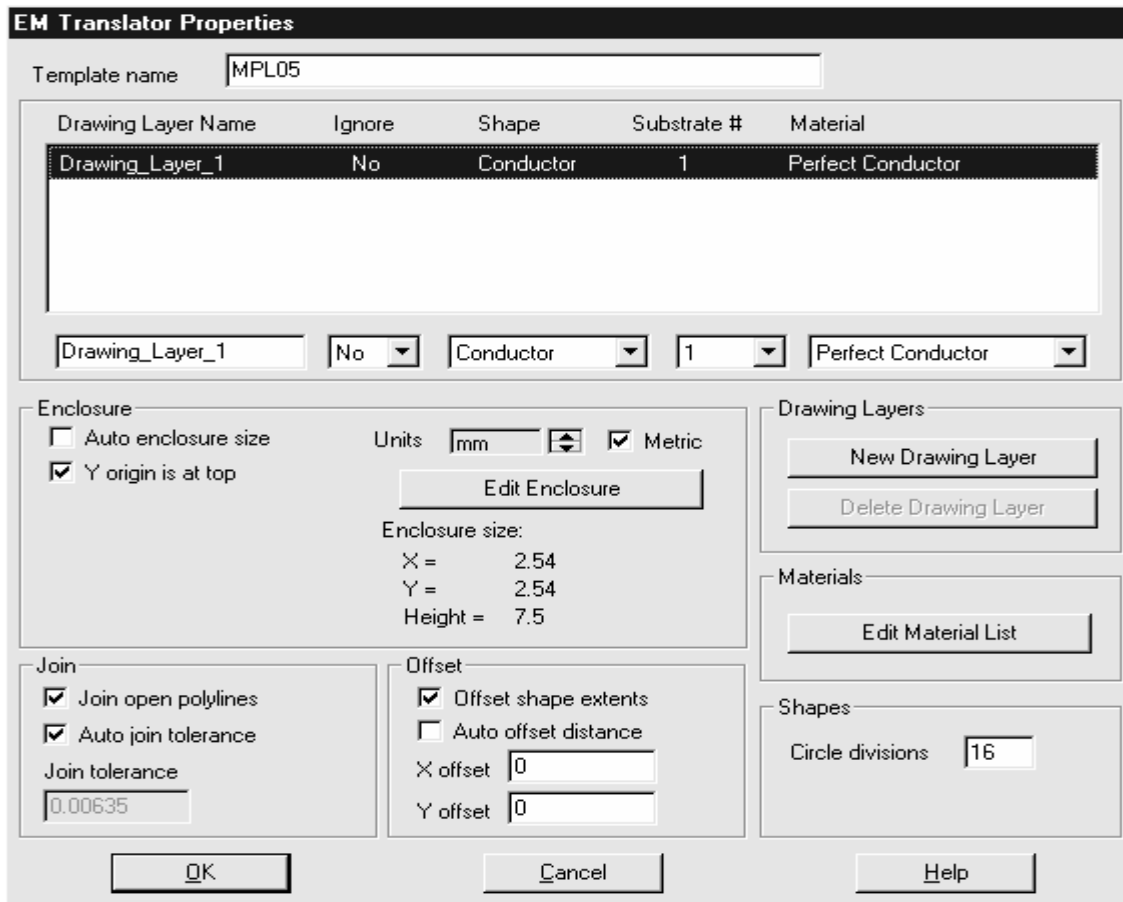

Рис. 4.35
12. В диалоговом окне **EM Translator Properties** наберите имя шаблона в поле ввода **Template name** (Имя шаблона), например, **MPL05**. Окончательный вид этого окна показан на рис. 4.35. Нажмите **OK**.